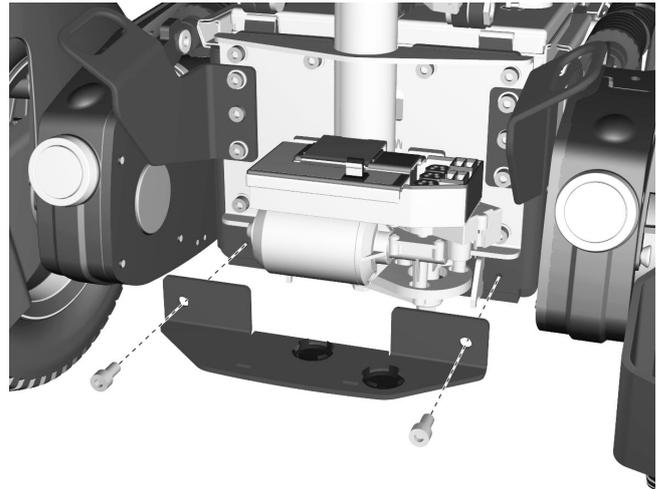

Abbildung 96. Schutzblech unter dem Motor anbringen.
3. Schutzblech unter dem Motor anbringen. Es ist mit zwei Schrauben montiert. Siehe Abbildung. 96.